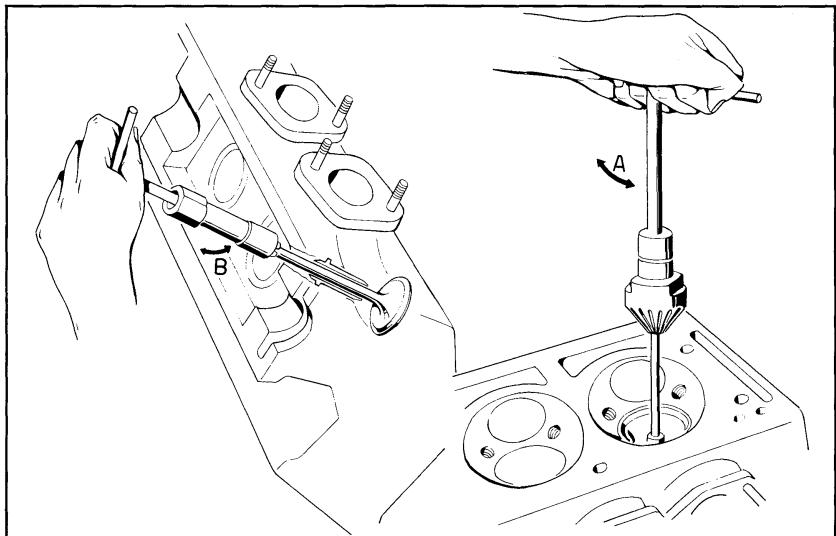

Fig. 73
Per eliminare tracce di carbone dalle camere di scoppio, dalle teste dei pistoni e dai condotti, non usare attrezzi appuntiti che potrebbero intaccare l'alluminio, ma adoperare solo tela smeriglio fine e paraffina. Se necessario, ritoccare la sede d'appoggio delle valvole usando un attrezzo per smerigliatura (A) e con le valvole smerigliate infine le sedi (B) (Fig. 73).
sharp tool to remove carbon deposit from the piston head, combustion chambers and manifolds as you might damage them. Use only very fine sand paper and paraffin. If necessary lap the valves using the proper lapping tool (A); with the valves, lap the seats (B) (Fig. 73).
Pour éliminer toute trace de charbon des chambres à explosion, des têtes des pistons et des conduits, ne pas se servir d'outils pointus qui risqueraient d'entaffer l'aluminium. Se servir exclusivement de toile émeri fine et de paraffine. S'il y a lieu, retoucher le logement d'appui des soupapes en utilisant un outil à rodage (A) et avec les soupapes, roder les logements (B) (Fig. 73).